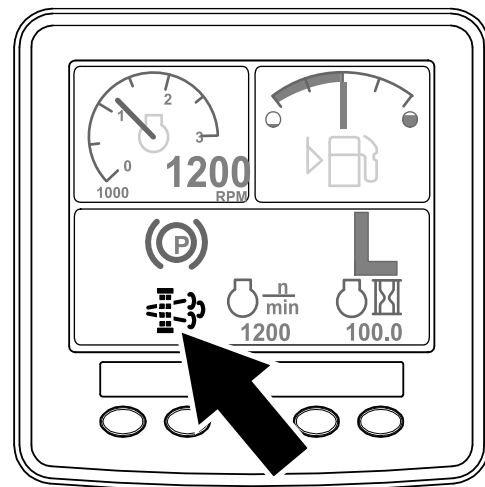

Bild 62
- Das Symbol für die geparkte Regenerierung wird im InfoCenter angezeigt (Bild 62).